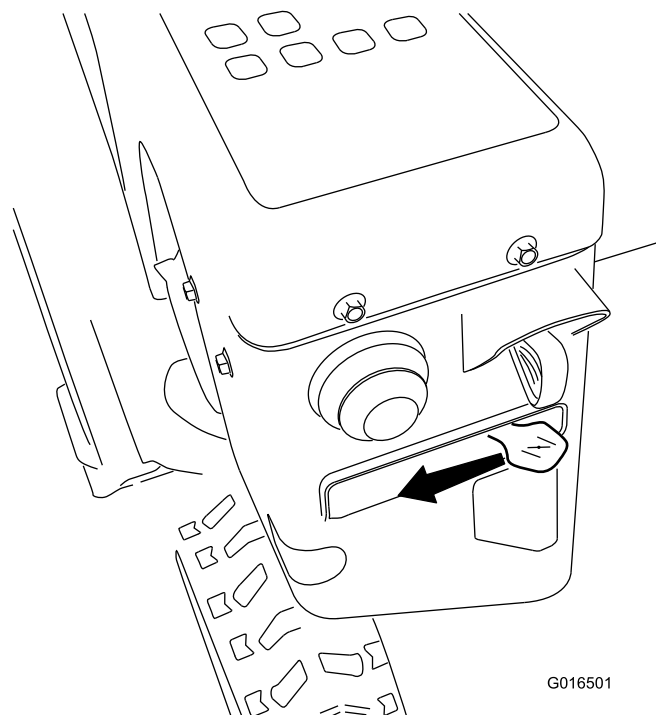

Figure 27
5. Amenez la commande de starter en position STARTER (Figure 27).